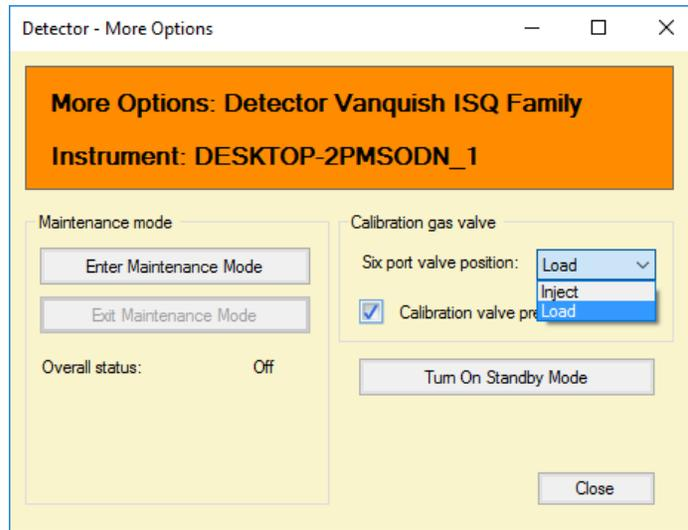

Figure 56 : Rinçage de la solution d'étalonnage
- 1) Dans la fenêtre **Detector-More Options** (détecteur ; plus d'options), réglez la position de la vanne sur **Load** (charger) avec le menu déroulant. Voir Figure 56.